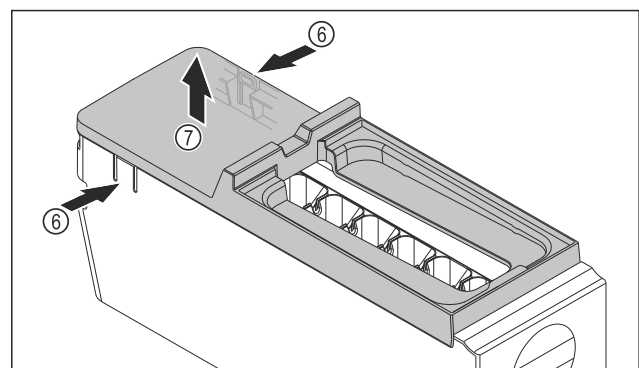

Fig. 164
- ▶ Abdeckung des EasyTwist-Ice-Korpus entnehmen: Laschen Fig. 164 (6) an den beiden Seiten des EasyTwist-Ice-Korpus mit einer Hand drücken.
- ▶ Abdeckung Fig. 164 (7) mit der anderen Hand nach oben entnehmen.